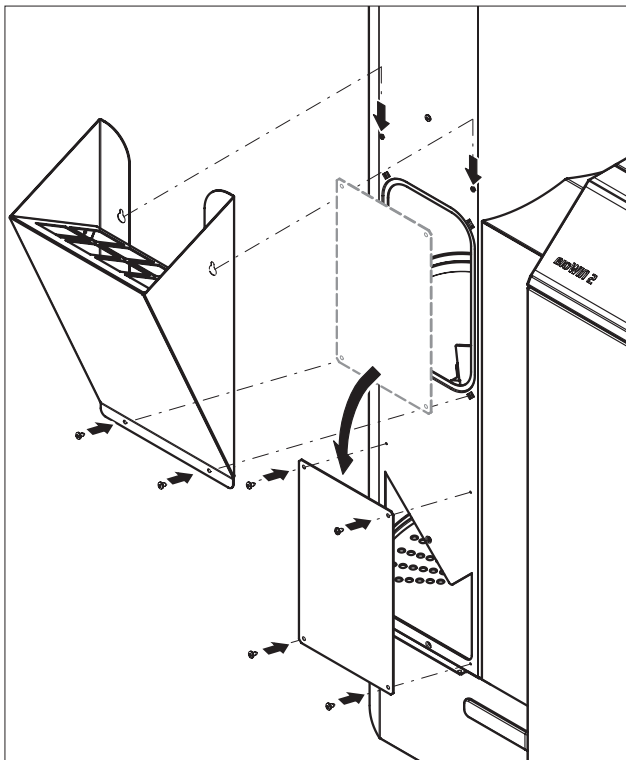

Fig. 98 Pelletsschütte und Revisionsdeckel montieren
- ▶ Pellets bei der Revisionsöffnung mit einem kleinen Kübel oder Schaufel in den Vorratsbehälter einfüllen bzw. Pelletsschütte (Zubehör – Pelletsschütte zur Überbrückung bzw. zur händischen Befüllung des Vorratsbehälter, wenn Zuführung noch nicht fertig ist) befestigen und Pellets einfüllen – Fig. 98.
- ▶ Revisionsdeckel als Berührungsschutz vor der Öffnung zur Förderschnecke montieren – Fig. 98.